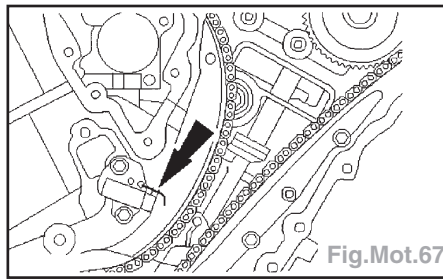

Fig.Mot.67
- Retirer les fils de maintien des tendeurs de chaînes de distribution droite et gauche (Fig.Mot.67).